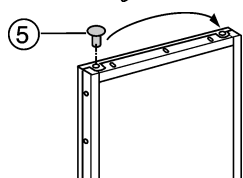

Fig. 5
- Cambie de sitio el tapón de cojinete Fig. 5 (5)